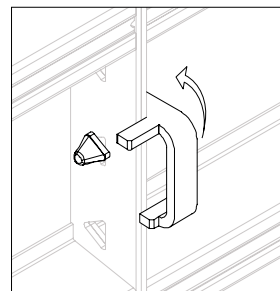

Fig. A4.01b
2. Inserire le clip a cuneo nei fori triangolari sempre dal lato destro e ruotare la clip verso il telaio, poi portare il cuneo nella posizione di bloccaggio. (Fig. A4.01b)